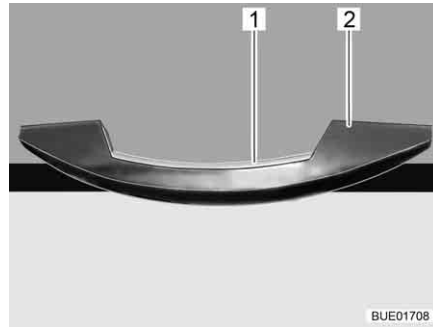

Fig. 50 Poignée avec barre de déverrouillage (exemple)
- Pousser la barre de déverrouillage (Fig. 50,1) et la maintenir poussée.
- Tirer sur la poignée (Fig. 50,2) jusqu'à ce que l'abattant de placard s'ouvre.